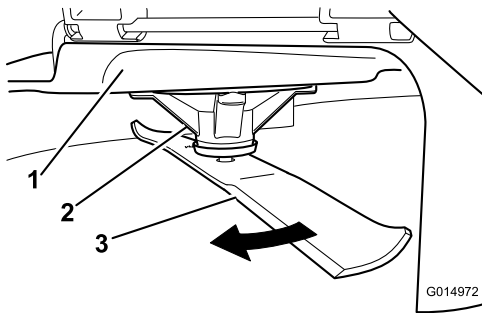

Figure 48
2. Enfilez des gants épais ou utilisez une autre protection adéquate pour les mains, et faites tourner la lame lentement jusqu'à une position permettant de mesurer la distance entre le tranchant et la surface plane sur laquelle se trouve la machine (Figure 48).